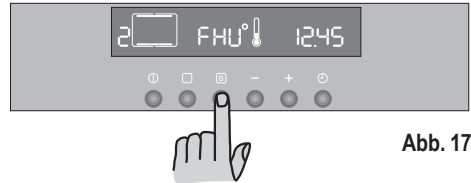

Abb. 17
- 4) Drücken Sie die Taste **B**. Die Schrift "FHU" erscheint auf dem Display (Abb. 17).